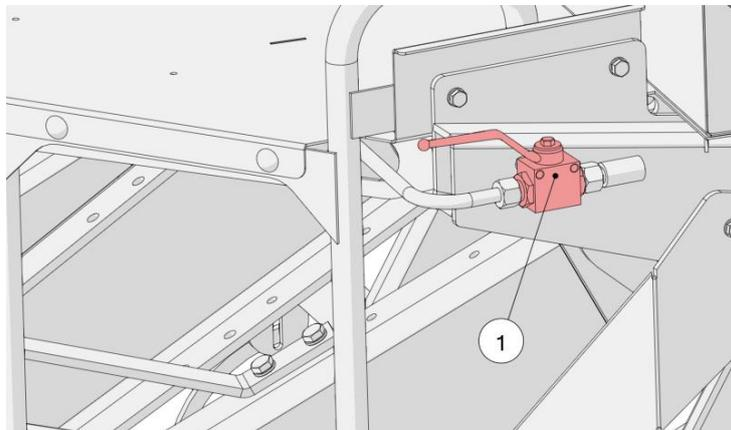

Рисунок 49. Запорный клапан задней крышки
Гидравлический запорный клапан (1) используется для защиты задней крышки от нежелательного опускания (рис. 49). Для этого откройте заднюю крышку, а затем поверните запорный клапан (1) в закрытое положение. Чтобы разблокировать заднюю камеру, переставьте клапан в рабочее положение и закройте камеру.